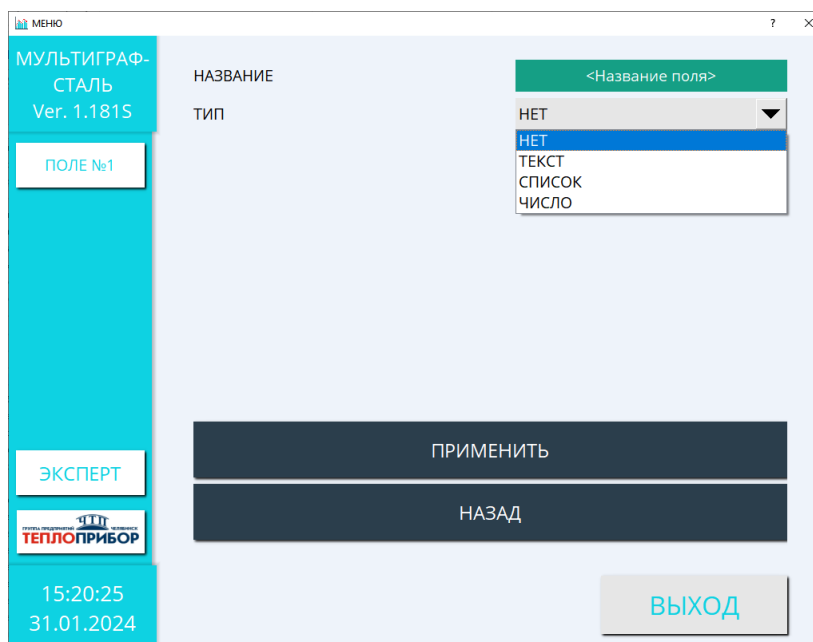

Рисунок 2.14 – Выбор типа пользовательского поля
2.3.5.2 «ТИП». Данная настройка определяет выбор вводимого параметра в пользовательском поле (рис. 2.14).